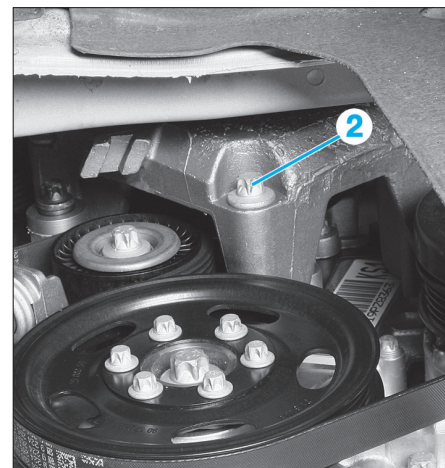

Fig. 3
- Abaisser lentement le moteur jusqu'à ce que la vis inférieure (2) du support moteur soit accessible par le bas (Fig.3).